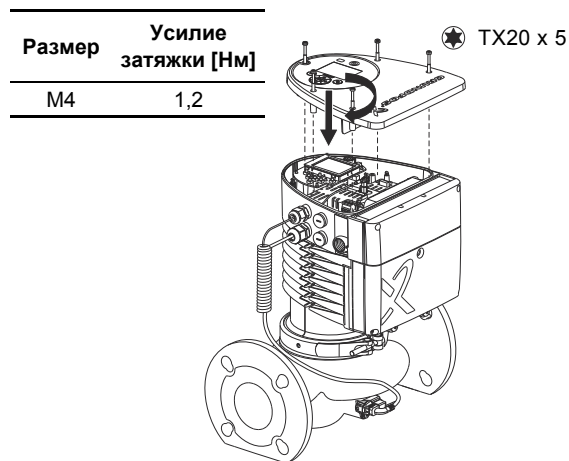

Рис. 12 Закройте переднюю крышку
12. Установите переднюю крышку и затяните винты крест накрест. См. рис. 12.
6. Закройте переднюю крышку и затяните винты. См. рис. 12.